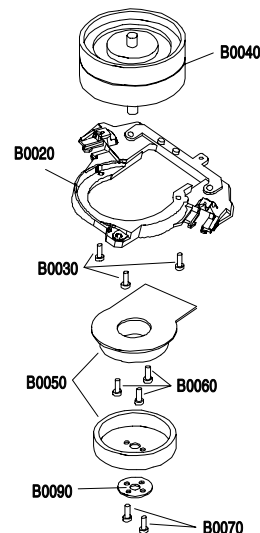

Fig. 7
- 2 Schrauben (Pos. B0070, Fig. 7) herausdrehen und Scheibe Pos. B0090 sowie Rotor abnehmen.
- 3 Schrauben (Pos. B0060, Fig. 7) herausdrehen und Stator abnehmen.
- 3 Schrauben (Pos. B0030, Fig. 7) herausdrehen und Bandtrommelträger (Pos. B0020) abnehmen.